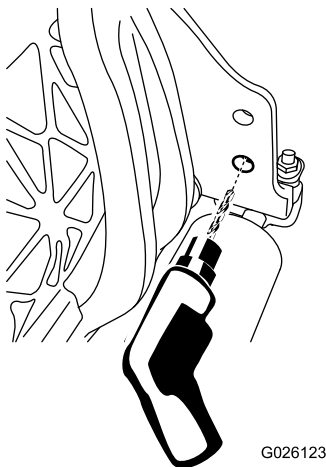

Figura 5
1. Agrande el taladro inferior del lado derecho de la unidad de corte usando una broca de 9 mm (Figura 5).